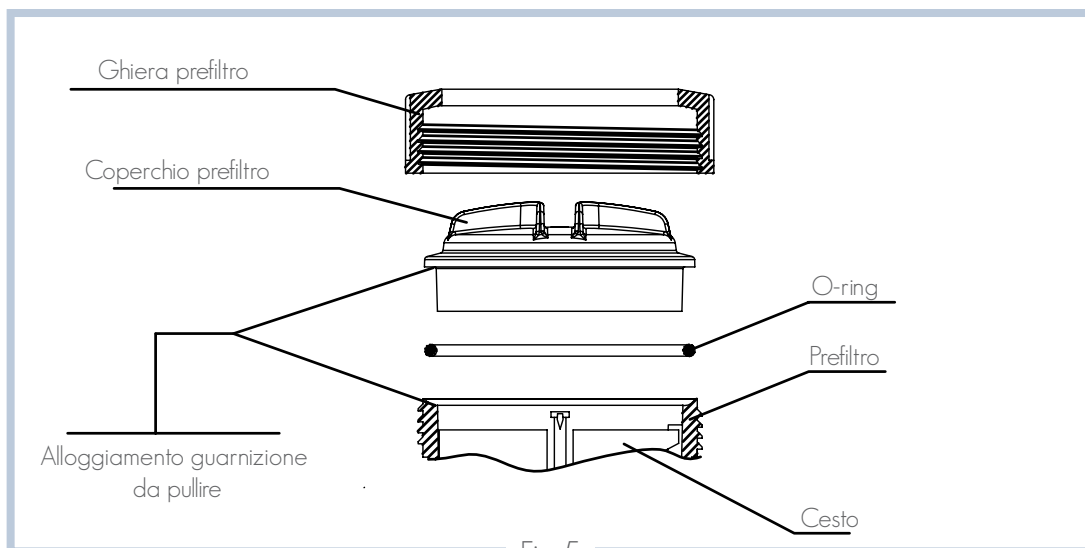

Fig 5
1. Smontare il coperchio del prefiltro svitando la ghiera (Fig. 5).
• Collocare il coperchio del prefiltro e chiuderlo avvitando, senza dimenticarsi di collocare la guarnizione nella sua sede (Fig. 5).
- Ogni volta che si apre il prefiltro, togliere le impurità dalla sede della guarnizione e dalla guarnizione stessa per assicurare che la chiusura del coperchio sia a tenuta (Fig. 5).